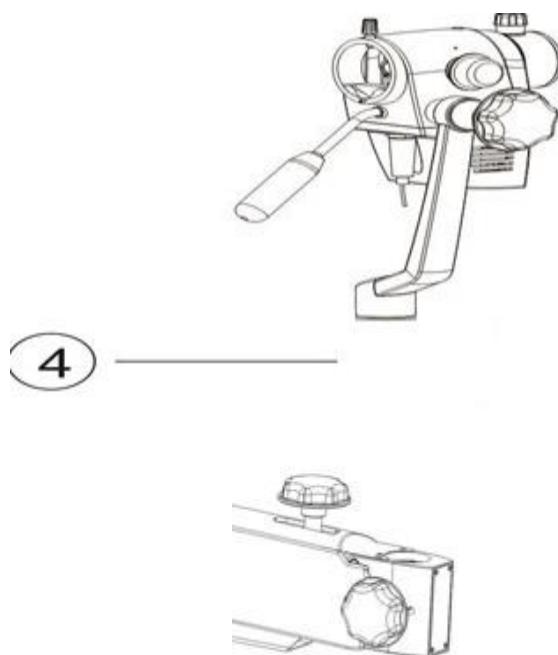

Рис. 4.
8.2.3 Вставьте наклонный узел вместе с головой (4) в подвесное плечо как показано на рис. 4 и затяните ручку блокировки наклонного узла с помощью ручки управления